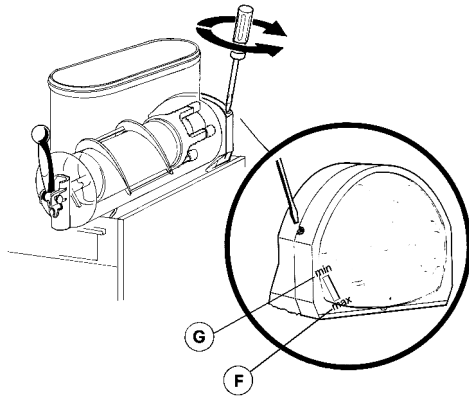

figura 6
**1 Regulación de la densidad:** la densidad óptima del granizado ha sido ya ajustada en fábrica. Si se quiere variar dicha densidad girar con un destornillador el correspondiente tornillo de ajuste situado en cada una de las paredes posteriores del dispensador (ver figura 6):